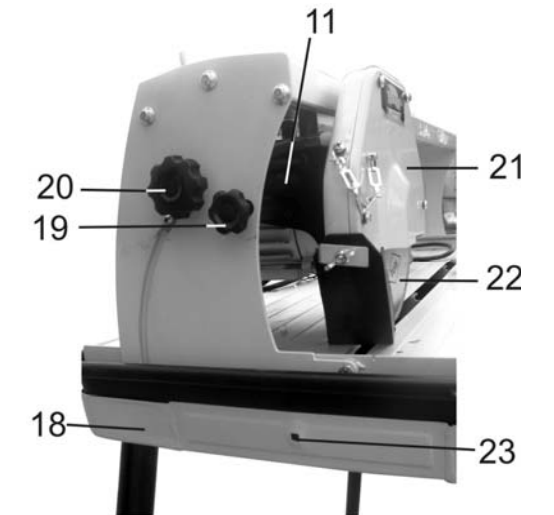

Рис.3
12.2. Снимите защитный кожух (21), Рис.3.
12.4. Установите и зафиксируйте новый отрезной диск (22); установите и закрепите защитный кожух (21), Рис.3.
8.1. При транспортировке, перемещении и обслуживании переместите двигатель (11) в крайнее положение за ручку плиткореза (10) и закрепите винтом фиксации (19), как показано на Рис.3,